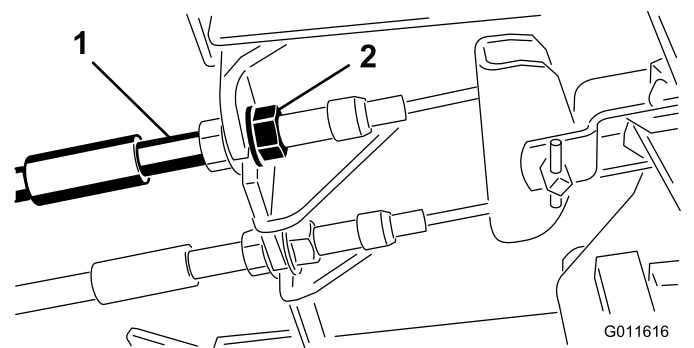

Figura 98
1. Para reducir la holgura de los pedales de freno, apriete los frenos aflojando la tuerca delantera del extremo roscado del cable de freno (Figura 98).